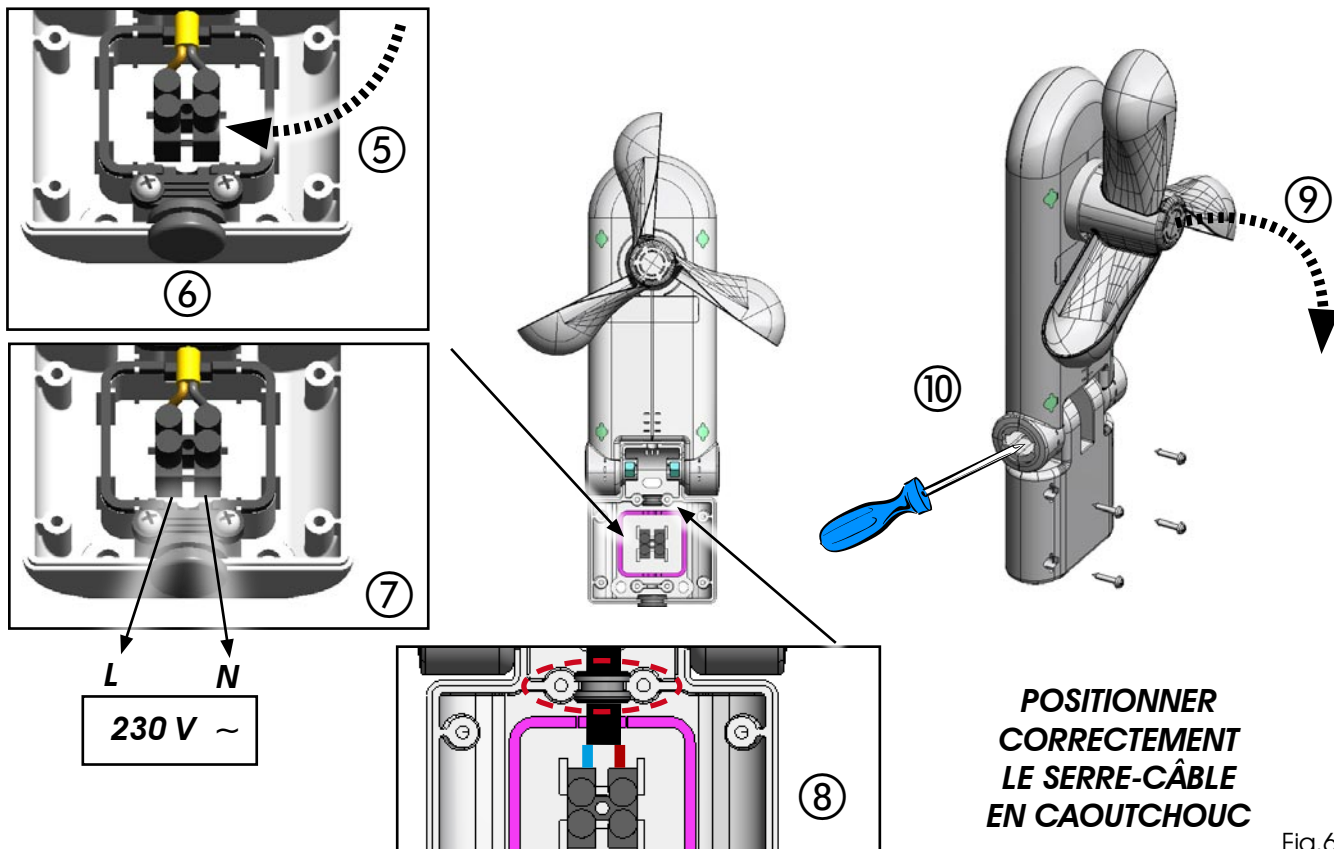

Fig.6
- 6) Repositionner le câble de l'anémomètre dans son logement (Fig. 6 réf. ⑤ )
- 7) Percer le passe-câble de façon adéquate (Fig. 6 réf. ⑥ ), et à travers ce trou, amener le câble d'alimentation vers les bornes de l'anémomètre (Fig. 6 réf. ⑦ )
- 8) Repositionner le serre-câble en caoutchouc dans son logement, avec la plus grande attention (Fig. 6 réf. ⑧ )